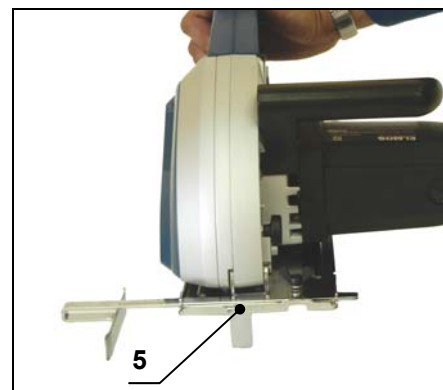

Рис.5
Треугольный выступ (5) на рис.5 в основании пилы предназначен для слежения за линией разметки предполагаемого распила. Выступ находится на одной линии с режущим диском. Поэтому, совмещая начерченную на материале линию с треугольником, мы добиваемся попадания диска в нужную нам точку.